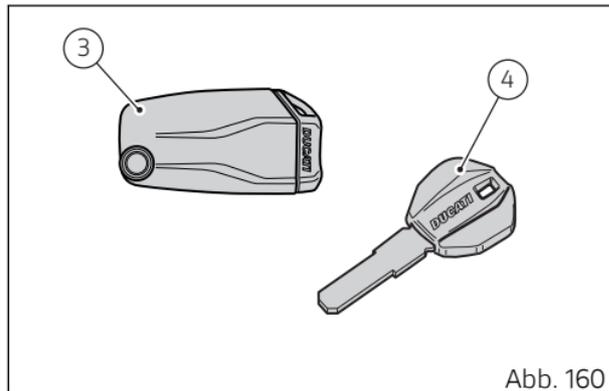

Abb. 160
Das Key-off erfolgt auf das Drücken der Taste (7) am Hands Free-Block (1, Abb. 156) auch ohne vorhandenen Schlüssel (4, Abb. 160).